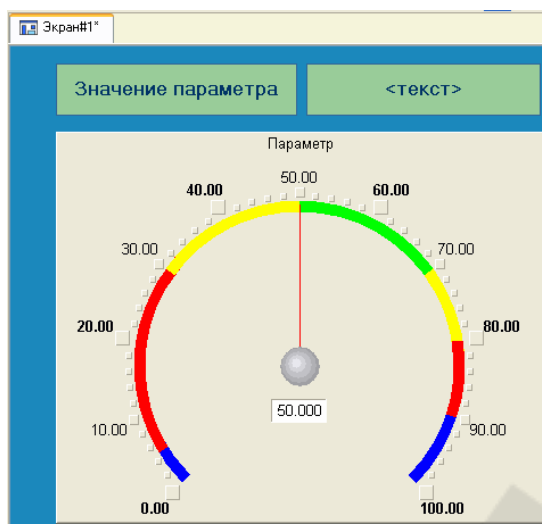

Рисунок 2.15 – Графический элемент «Стрелочный прибор»
- установим ГЭ , выбрав его размер таким, чтобы все элементы графики и текста на нем были разборчивы и симметричны (рисунок 2.15);